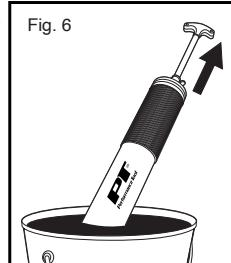

Fig. 6
2. Submerge open end of the barrel into grease bucket. Be sure the plunger handle is depressed completely. Grasp the barrel firmly and pull back slowly on the plunger handle. Be sure the mouth of the barrel is always under the surface so that air is not transferred into the barrel. (Figure 6)
2. Immergez l'extrémité ouverte du canon dans le seau à graisse. Assurez-vous que la poignée du piston est complètement enfoncée. Saisissez fermement le fût et tirez lentement sur la poignée du piston. Veillez à ce que l'embouchure du fût soit toujours sous la surface de l'eau afin d'éviter que de l'air ne pénètre dans le fût. (Fig. 6)
- Sumerja la parte abierta del barril en el cubo de grasa. Asegurese que el mango del pistón esté completamente suelto. Sujete el barril firmemente y jale despacio el mango del pistón. Asegurese que la boca del barril este siempre sumergida en el cubo para que no pase aire a el barril. (Fig. 6)